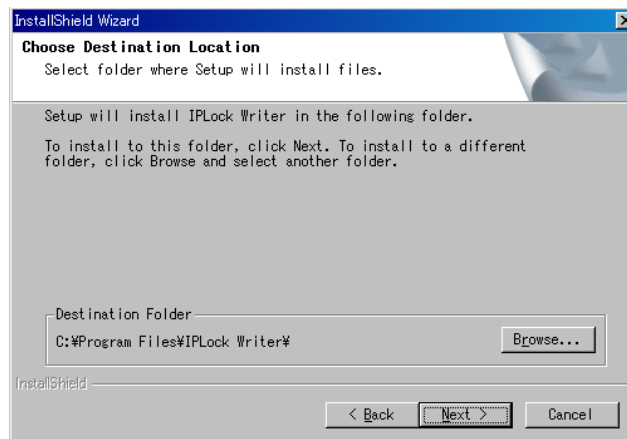

図 14 インストール先フォルダの指定
3. 図 14 のダイアログでインストール先のフォルダを指定します。「Next >」ボタンをクリックすると、インストールを開始します。